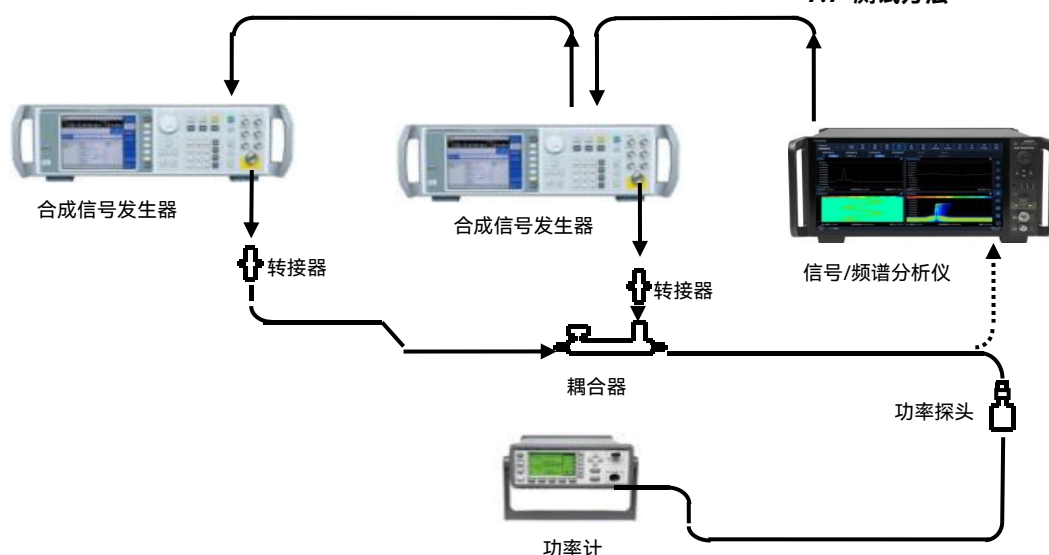

图 7.23 1dB 增益压缩测试示意图
- 2) 如图 7.23 实线所示连接仪器，射频定向耦合器输出通过转接器连接功率传感器；
- 6) 按图 7.23 所示虚线位置改变测试连接关系，将定向耦合器输出端口连接到 4082 的相应的射频输入端口（测试射频输入 1 时连接射频输入 1 端口，测试射频输入 2 时连接射频输入 2 端口），打开合成信号发生器 2# 的输出，调整合成信号发生器 2# 功率电平使信号峰值在 4082 参考电平下 2 ~ 3 格；
- 10) 如图 7.23 实线所示连接仪器。设置 4082 中心频率 3.5GHz，1# 合成信号发生器频率为 3.503GHz 和 2# 合成信号发生器频率为 3.5GHz；
- 15) 如图 7.23 实线所示连接仪器。设置 4082 中心频率 6GHz, 1#合成信号发生器频率为 6.003GHz 和 2#合成信号发生器频率为 6GHz;
- 20) 如图 7.23 实线所示连接仪器。设置 4082 中心频率 10GHz, 1#合成信号发生器频率为 10.003GHz 和 2#合成信号发生器频率为 10GHz;
- 25) 如图 7.23 实线所示连接仪器。设置 4082 中心频率 20GHz, 1#合成信号发生器频率为 20.003GHz 和 2#合成信号发生器频率为 20GHz;
- 30) 如图 7.23 实线所示连接仪器。设置 4082 中心频率 30GHz, 1#合成信号发生器频率为 30.003GHz 和 2#合成信号发生器频率为 30GHz;
- 35) 如图 7.23 实线所示连接仪器。设置 4082 中心频率 40GHz, 1#合成信号发生器频率为 40.003GHz 和 2#合成信号发生器频率为 40GHz;
- 40) 如图 7.23 实线所示连接仪器。设置 4082 中心频率 46GHz, 1#合成信号发生
- 45) 如图 7.23 实线所示连接仪器。设置 4082 中心频率 49GHz, 1#合成信号发生器频率为 49.003GHz 和 2#合成信号发生器频率为 49GHz;
- 50) 如图 7.23 实线所示连接仪器。设置 4082 中心频率 56GHz, 1#合成信号发生器频率为 56.003GHz 和 2#合成信号发生器频率为 56GHz;
- 55) 如图 7.23 实线所示连接仪器。设置 4082 中心频率 64GHz, 1#合成信号发生器频率为 64.003GHz 和 2#合成信号发生器频率为 64GHz;